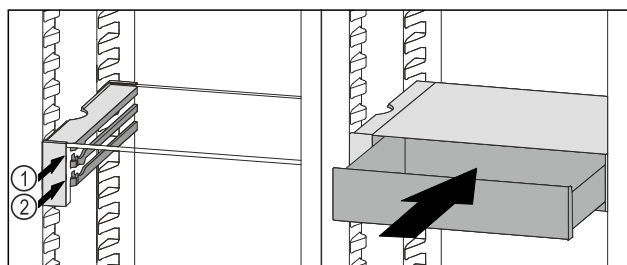

Fig. 100
- ▶ Plasser VarioSafe-skuffen bak stopperne på ønsket rille. Fig. 100 (1) eller Fig. 100 (2).